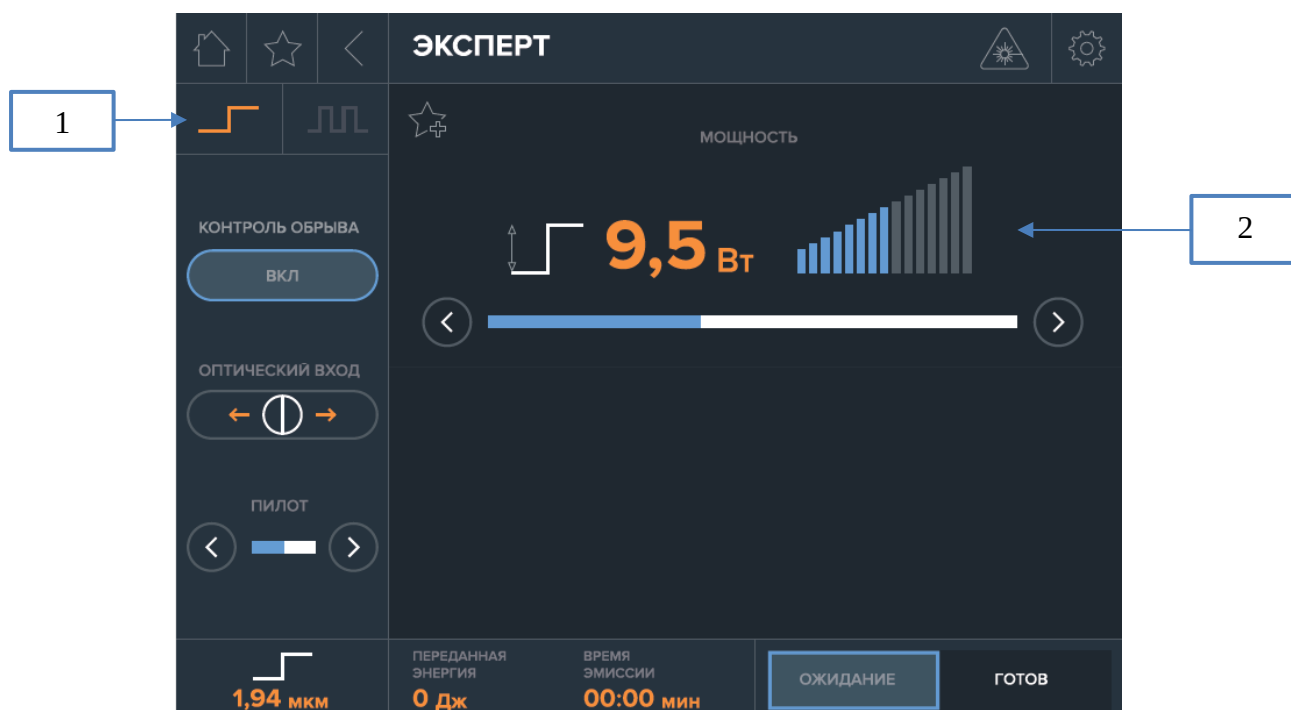

Рис. 19 Экран режима «ЭКСПЕРТ» в непрерывном режиме излучения
При выборе режима «ЭКСПЕРТ» автоматически устанавливается непрерывный режим излучения (1) (рис.19). Для непрерывного режима предусмотрена настройка выходной мощности лазерного излучения от 1 Вт до 15 Вт с шагом 0,5 Вт (2). Установка выходной мощности производится с помощью шаговых стрелок (рис. 19).